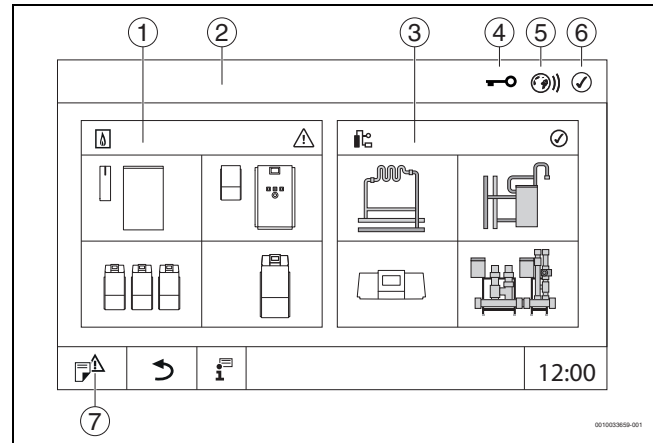

Рис. 7 Обзор системы (пример)
- ▶ коснитесь **установка** (→ рис. 7, [3], стр. 16).